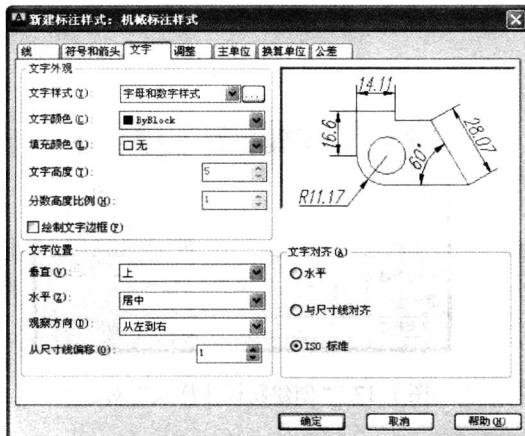

图 1-20 设置“文字”选项卡
5. 打开“文字”选项卡，在“文字样式”下拉文本框中选择“字母和数字样式”；在“尺寸线偏移”文本框中输入“1”，即尺寸与尺寸线之间的间距为 1mm；在“文字对齐”选项栏中选中“ISO 标准”单选按钮，即当标注文字在尺寸界线以内，将位于尺寸线的正上方。当标注文字在尺寸界线以外，将位于一条水平引线上。其他选项保留默认设置，如图 1-20 所示。